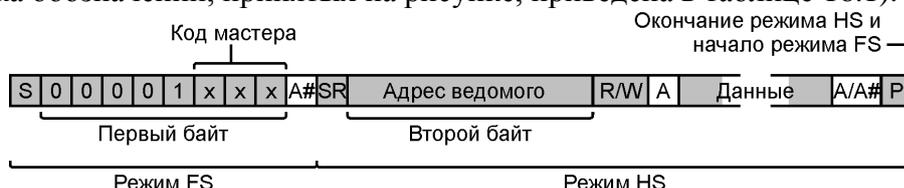

Рисунок 16.15 – Переход в режим HS и обратно в режим FS
После выполнения вышеуказанных шагов устройства, поддерживающих режим HS, переключаются в этот режим. Мастер генерирует состояние повторного старта (SR), а затем передает адрес ведомого и бит направления передачи R/W# (см. рисунок 16.15. Расшифровка обозначений, принятых на рисунке, приведена в таблице 16.1).